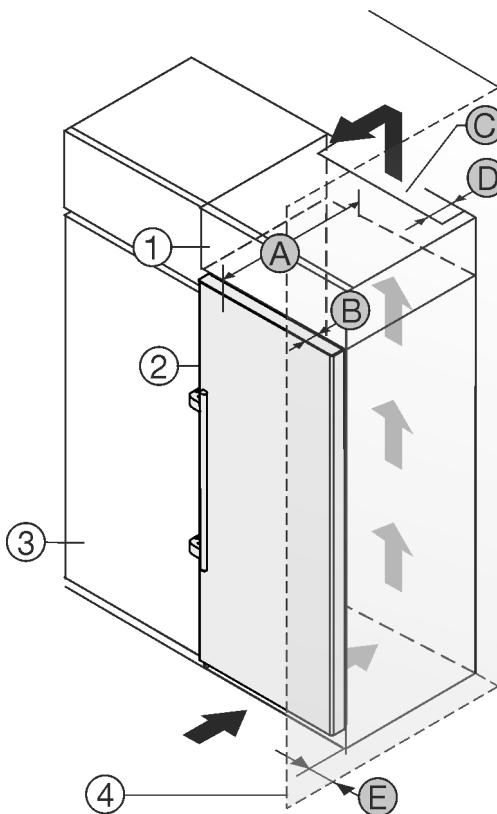

Fig. 1
A készülék közvetlenül a konyhaszekrény Fig. 1 (3) mellé állítható.
A rátétszekrény hátoldalán egy megadott mélységű Fig. 1 (D) szellőzőaknát kell kialakítani a rátétszekrény teljes szélességében.
A mennyezett alatt be kell tartani a szellőző keresztmetszetet Fig. 1 (C).
Ha a készüléket a zsanérjaival a fal Fig. 1 (4) mellé állítja fel, legalább 57 mm távolságot kell tartani a faltól. Ez a fogantyú túlnyúlásának felel meg, amikor kinyitja az ajtót.
Ahhoz, hogy az ajtót teljesen ki tudja nyitni, a készüléknek a konyhaszekrény elülső oldalához képest legalább az ajtó mélységének Fig. 1 (B) megfelelően ki kell állnia. A konyhaszekrények Fig. 1 (3) mélységétől és a fali távtartók használatától függően a készülék nagyobb mértékben is túllóghat előre felé.